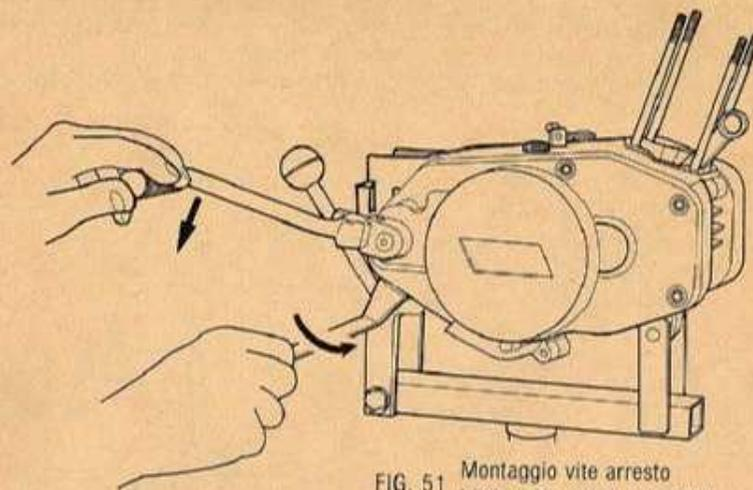

FIG. 51 Montaggio vite arresto
- 19) MONTARE una nuova guarnizione coperchio, quindi il coperchio frizione e fissarlo con le viti di unione bloccandole con 1 + 1,2 kgm Quindi Innestando la leva messa in moto sul suo albero, ruotarla in senso antiorario di circa 180° e montare la vite d'arresto bloccandola con 2,9 + 3 kgm (fig. 51).